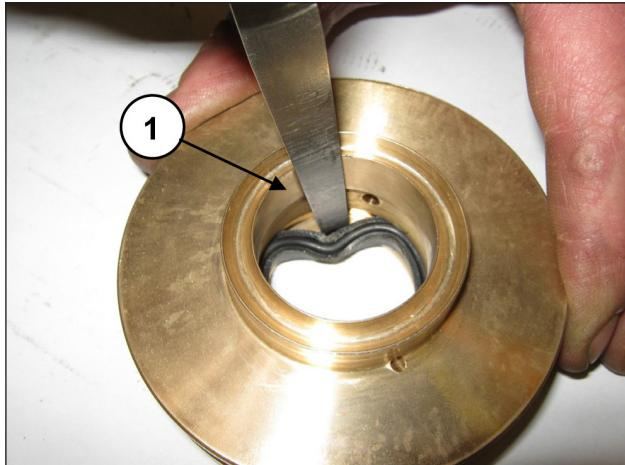

Abb. 176
Zur Abnahme der ND-Dichtung müssen Sie eine Führerlehrle oder ein ähnliches Werkzeug verwenden, das den Sitz des Dichtungshalters nicht beschädigt (Pos. ①, Abb. 176).